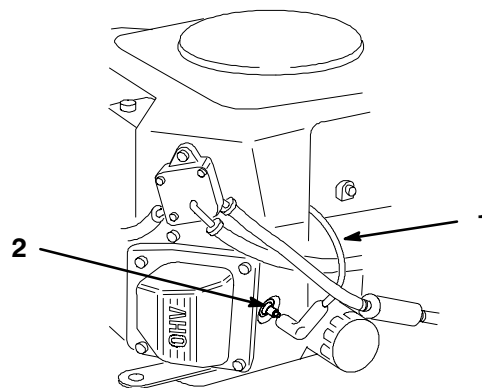

Figure 23
3. Débranchez les fils des bougies (Fig. 23). Nettoyez la surface autour des bougies pour éviter que des impuretés endommagent le moteur en tombant à l'intérieur.
3. Connectez les fils aux bougies (Fig. 23).